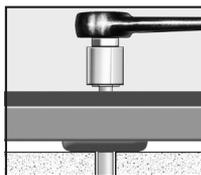

Figura 7
7. Apriete firmemente el tornillo de la cabeza hexagonal con una llave de tubo (figura 7).